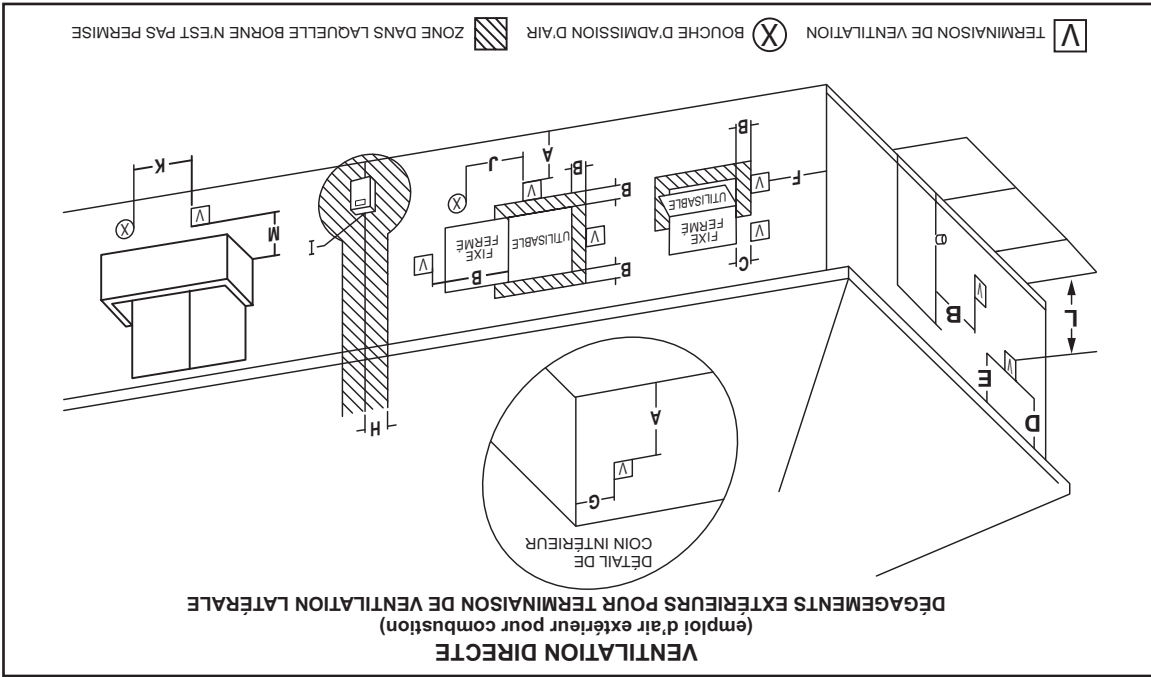
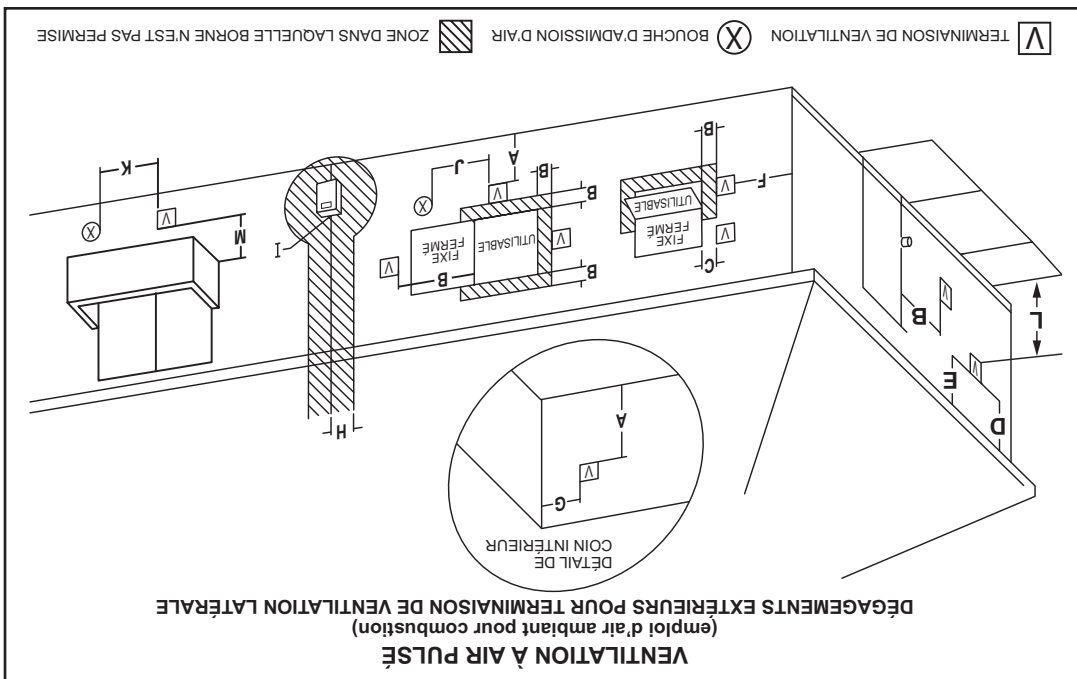
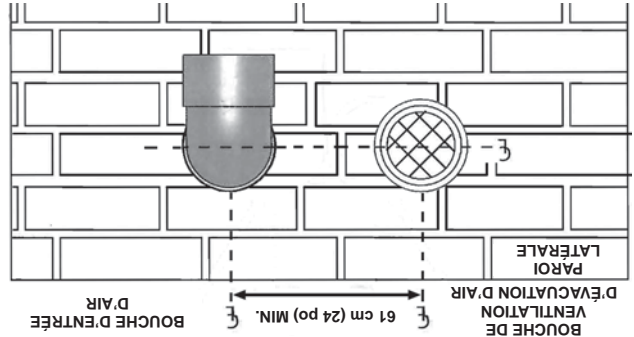
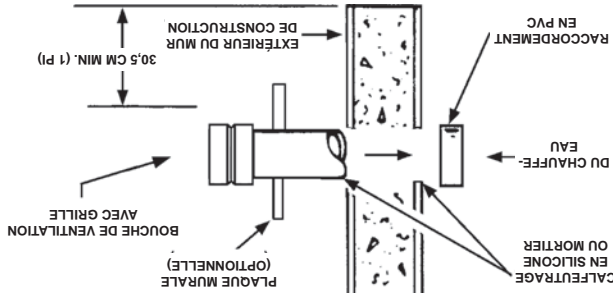

Figure : 17
Figure : 16
Figure : 14A
Figure 13 : TERMINAISON DE VENTILATION
- Si le tuyau d'entrée d'air est installé pour arriver jusqu'au mur, avec un accouplement sur l'extrémité contre l'ouverture du mur, le tuyau avec la bouche d'entrée d'air peut être préparé pour être collé avant de l'insérer à travers le mur. Glisser le tuyau à travers le mur et l'insérer dans l'accouplement sur l'autre côté du mur, en s'assurant que la bouche d'entrée d'air finisse pointée dans la bonne position (Figure 14A et Figure 15).
Couper une longueur de tuyau d'environ 8,9 cm (3,5 po) plus long que l'épaisseur du mur à l'ouverture. Coller la bouche de ventilation à cette section du tuyau. Glisser la plaque du mur par-dessus le tuyau pour qu'elle s'arrête contre la bouche de ventilation. Placer un cordon de calfeutrage (non fourni) autour de l'écart entre le tuyau et la plaque-couvercle. En mettre suffisamment pour combler un peu d'écart entre le tuyau et la paroi. Placer une quantité de calfeutrage sur l'arrière de la plaque pour la tenir contre la paroi après l'installation. Si le tuyau de ventilation est installé pour arriver jusqu'au mur, avec un accouplement sur l'extrémité contre l'ouverture du mur, le tuyau à la bouche de ventilation peut être préparé pour être collé avant de l'insérer à travers le mur. Glisser le tuyau à travers le mur et l'insérer dans l'accouplement sur l'autre côté du mur, en s'assurant que la bouche de ventilation finit par se pointer dans la bonne position, voir la Figure 13.
La première étape est de déterminer où le tuyau de ventilation se terminera. Voir Figure 13, « Figure : 14A », et « Figure : 15 ». La ventilation pourrait se terminer à travers une paroi latérale tel qu'illustré dans la Figure 13 et « Figure : 15 » ou à travers le toit tel qu'illustré dans la « Figure : 16 » et « Figure : 17 ».
Le réseau de tuyaux de ventilation doit se terminer de manière à ce que les dégagements appropriés soient maintenus tel que mentionné dans les codes locaux ou l'édition courante du National Fuel Gas Code ANSI Z223.1/NFPA54 ou du Code d'installation du gaz naturel et du propane (CAN/CSA B149.1). Voir « Figure : 16 » et « Figure : 17 ».
Les instructions concernant une installation approuvée à travers une paroi latérale sont fournies à la Figure 13, « Figure : 14A », et « Figure : 15 ».